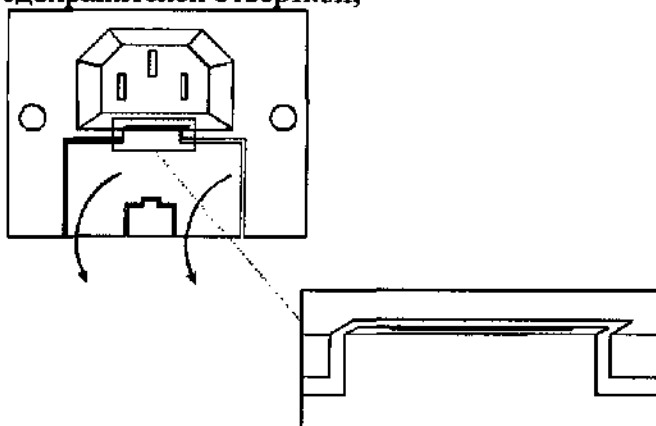

Рис. 9-3. Открытие блока предохранителей
1. Показанным на Рис. 9-3 образом, откройте крышку блока предохранителей отверткой;